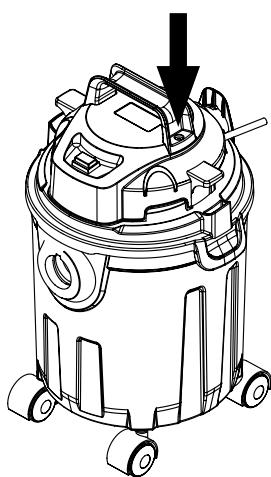

Fig. 3 – Fijación del asa
- Coloque la asa en la ubicación indicada (Fig. 3) y apriete los dos tornillos con un destornillador Phillips (no incluido).